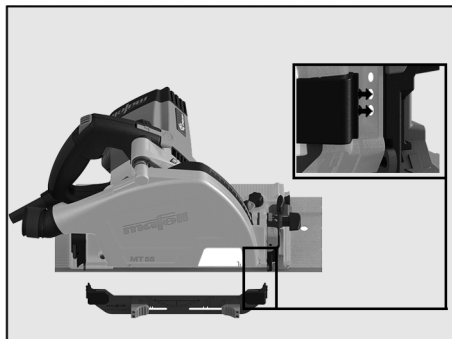

Fig. 84: Encajar el indicador de posición, en trabajos con carril guía:
- Si se utiliza un riel guía, seleccionar los dos orificios inferiores (ver fig. 84)